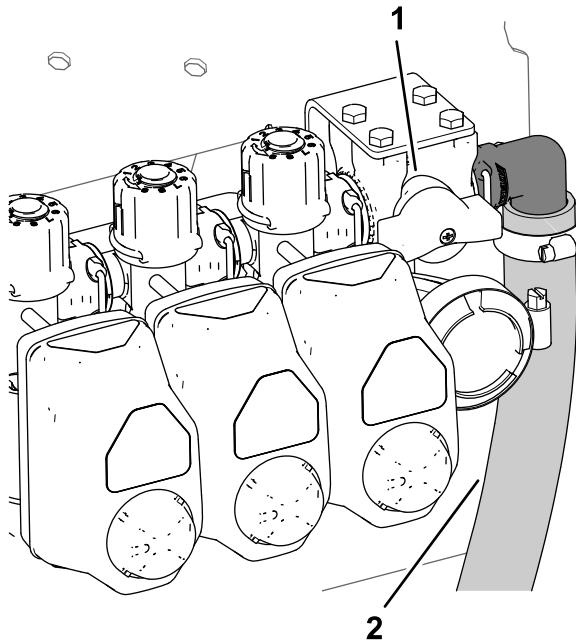
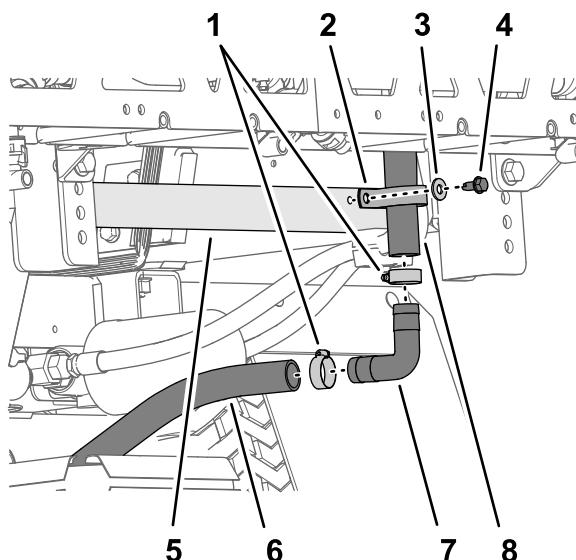

Рисунок 40
Рисунок 41
1. На нижнем конце верхнего перепускного шланга снимите болт с фланцевой головкой (5/16 x 3/4 дюйма), шайбу (5/16 дюйма) и R-образный хомут, который крепит верхний перепускной шланг к задней посадочной плите машины (Рисунок 40 и Рисунок 41).
2. Снимите два шланговых хомута, которые крепят верхний перепускной шланг и нижний перепускной шланг к прямоугольному штуцеру типа «елочка» (Рисунок 41).
- Отсоедините прямоугольный штуцер типа «елочка» от шлангов (Рисунок 41).